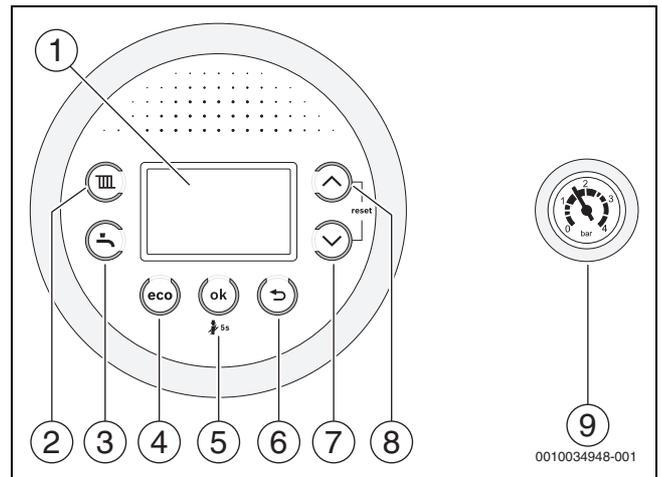

Fig. 1 Aperçu du tableau de commande
- ▶ Désactiver l'appareil avec la touche  (→ fig. 1).